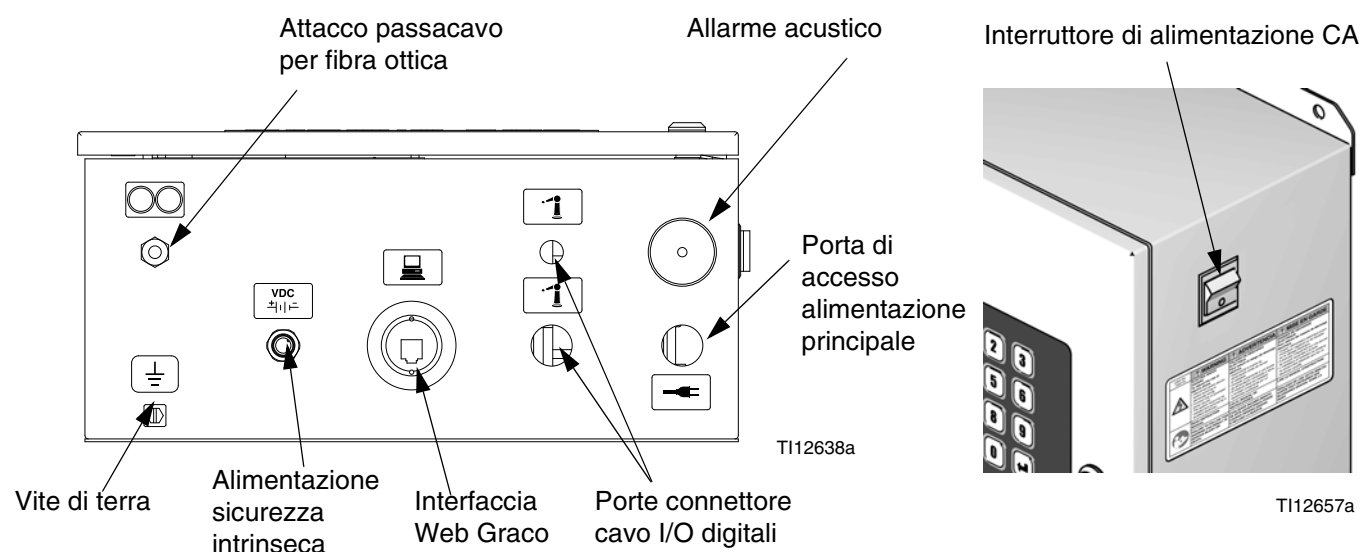

FIG. 13 EasyKey - Collegamenti e interruttore di alimentazione CA
- La porta di accesso dell'alimentazione in ingresso  presenta un diametro di 22,4 mm (0,88"). Accetta un raccordo o condotto di scarico di sollecitazioni o paratia. Vedere FIG. 13.
1. Assicurare al EasyKey l'alimentazione richiesta. Installare un dispositivo di scarico delle sollecitazioni per paratia o paratie per condotte attraverso l'attacco per EasyKey . Vedere FIG. 13.
$\frac{VDC}{\pm}| | \text{---}$. Vedere FIG. 13.
. Vedere FIG. 13.